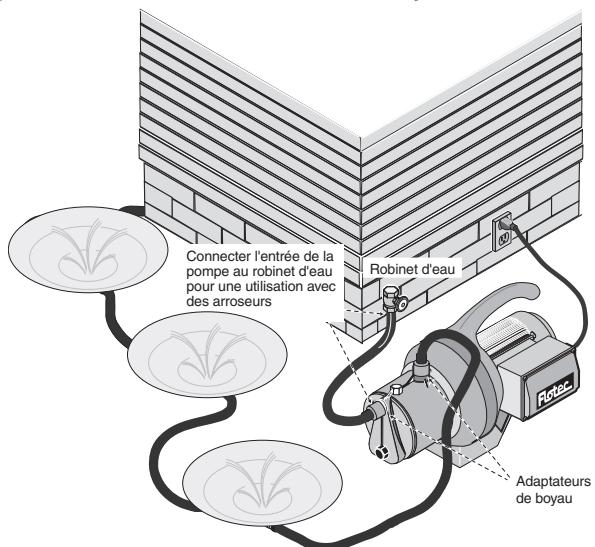

**FIGURE 2 – Ne pas faire fonctionner la pompe si la sortie est fermée**
- En cas d'utilisation d'un boyau d'arrosage comme conduite de refoulement, ne pas faire fonctionner la pompe lorsque la sortie du boyau ou l'embout est fermé. Le boyau ou la buse risquent d'éclater sous l'effet d'une pression excessive. Voir Figure 2.